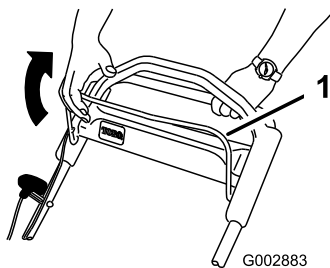

Figura 16
2. Sujete la barra de control de la cuchilla contra el manillar (Figura 16).